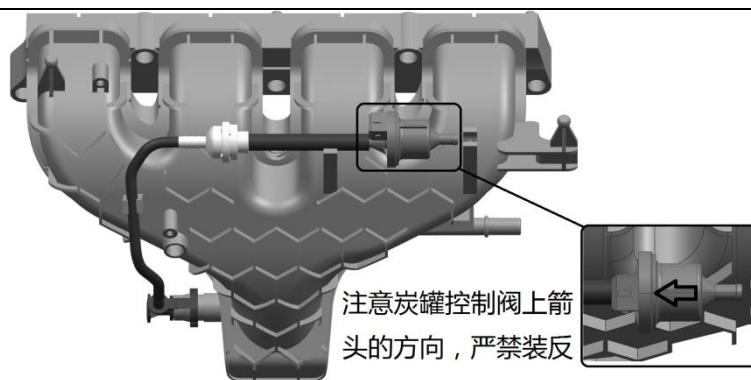

图 3.1
- 9、将炭罐连接硬管部件按图 3.1 所示卡到进气歧管相应位置，在快速接头内的 O 型圈表面涂抹适量机油后，将快速接头插入进气歧管相应接口处。
10、在炭罐控制阀连接单向阀端表面涂抹适量机油后，将接头插入炭罐连接橡胶管，并将炭罐连接橡胶管卡到进气歧管相应位置，如图 3.1 所示。